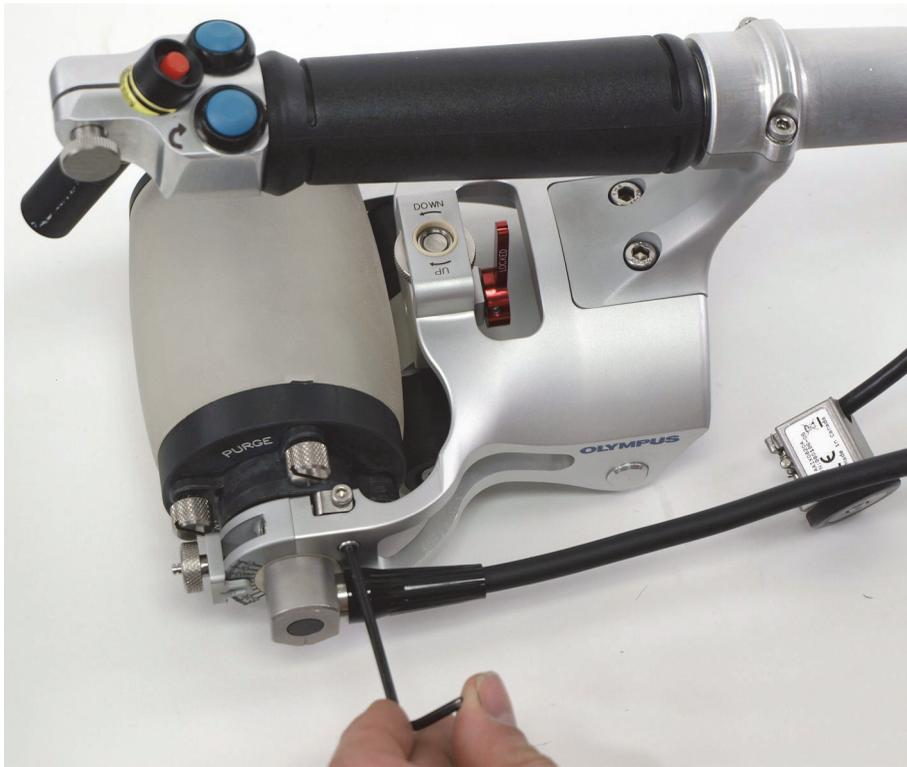

Abbildung 6-39 Lösen der Feststellschraube der Zweithalterung des Weggebers
8. Lösen Sie nun die Schraube der Zweithalterung, die sich auf der Sensorkabelseite am Rahmen der Akustikrolle befindet (Abbildung 6-39 auf Seite 119) [nicht bei XL-Modellen].